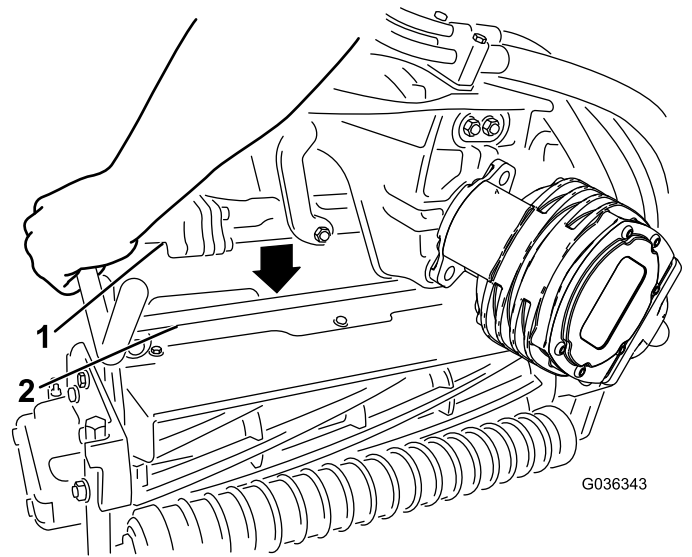
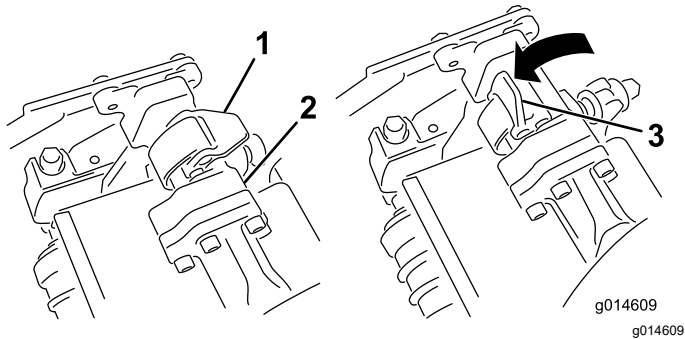

Figura 65
Figura 64
4. Con los enganches del brazo de suspensión orientados hacia arriba (es decir, abiertos (Figura 64)), empuje hacia abajo el brazo de suspensión de modo que la barra encaje en la barra situada en la parte superior de la unidad de corte (Figura 65).
5. Presione los enganches hacia abajo alrededor de la barra de la unidad de corte y bloquéelas (Figura 64).
5. Abra los enganches de la barra del brazo de suspensión de la unidad de corte que está retirando (Figura 64).